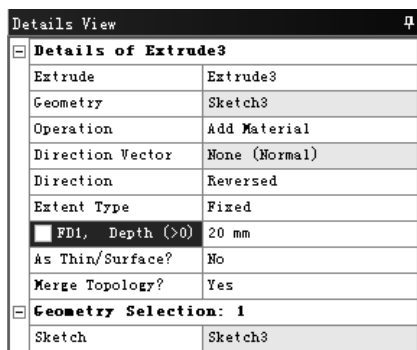

图 3.10.12 “Details View”对话框
(2) 在工具条中单击  Extrude 按钮，弹出图 3.10.12 所示的“Details View”对话框，使用草图 3 作为截面，在 **Operation** 下拉列表中选择 **Add Material** 选项，在 **Direction** 下拉列表中选择 **Reversed** 选项，在 **FD1, Depth (>0)** 文本框中输入数值 20，其他采用系统默认设置值。单击工具条中的  Generate 按钮，完成拉伸特征 3 的创建。